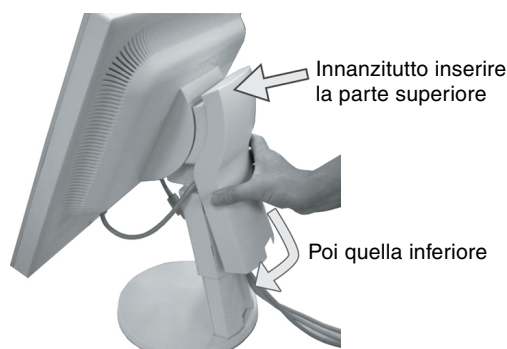

Figura D.1
9. Fissare tutti i cavi insieme e mettere la copertura cavi sul supporto (**figura D.1**).